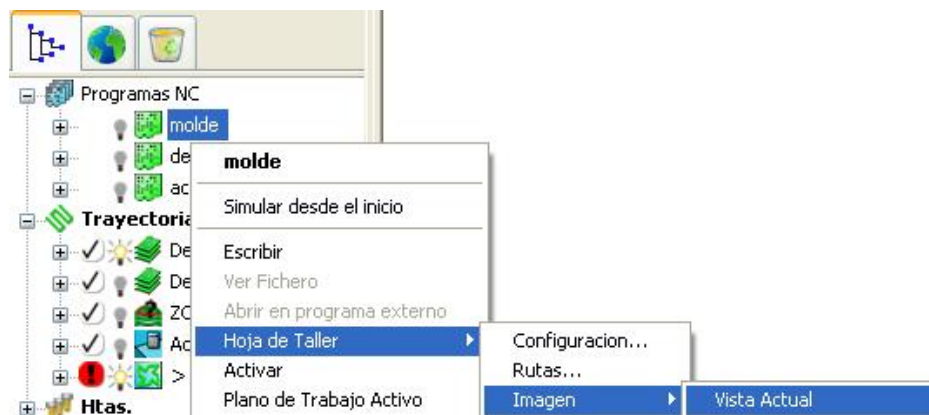

Figura 2.256 Seleccionar vista actual.
- En el Explorador, abrir Programas NC, haciendo clic con el botón derecho del ratón en el nombre del Programa NC necesario, y seleccionar Hoja de Taller - Imagen - Vista Actual (Figura 2.256).